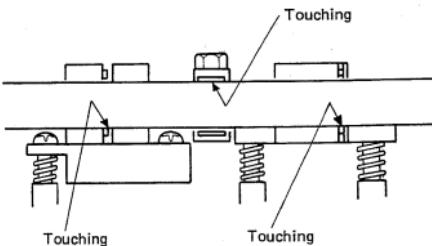

Fig. 4-8
21. Run the mirror tape, TEAC MTT-902, and check that the tape is running as shown in Fig. 4-8, that is, touching (but without causing curling) the tape guide lower flange of both the erase and record/reproduce heads and the upper flange of the tape guide pin.
- 21). ミラー・テープ TEAC MTT-902 を走行させ、図4-8の様にテープが消去ヘッド及び録・再ヘッドのテープ・ガイド下側、テープ・ガイド上側に当り、かつテープのカーリングが無いことをストップ、ブレイを繰返し確認する。